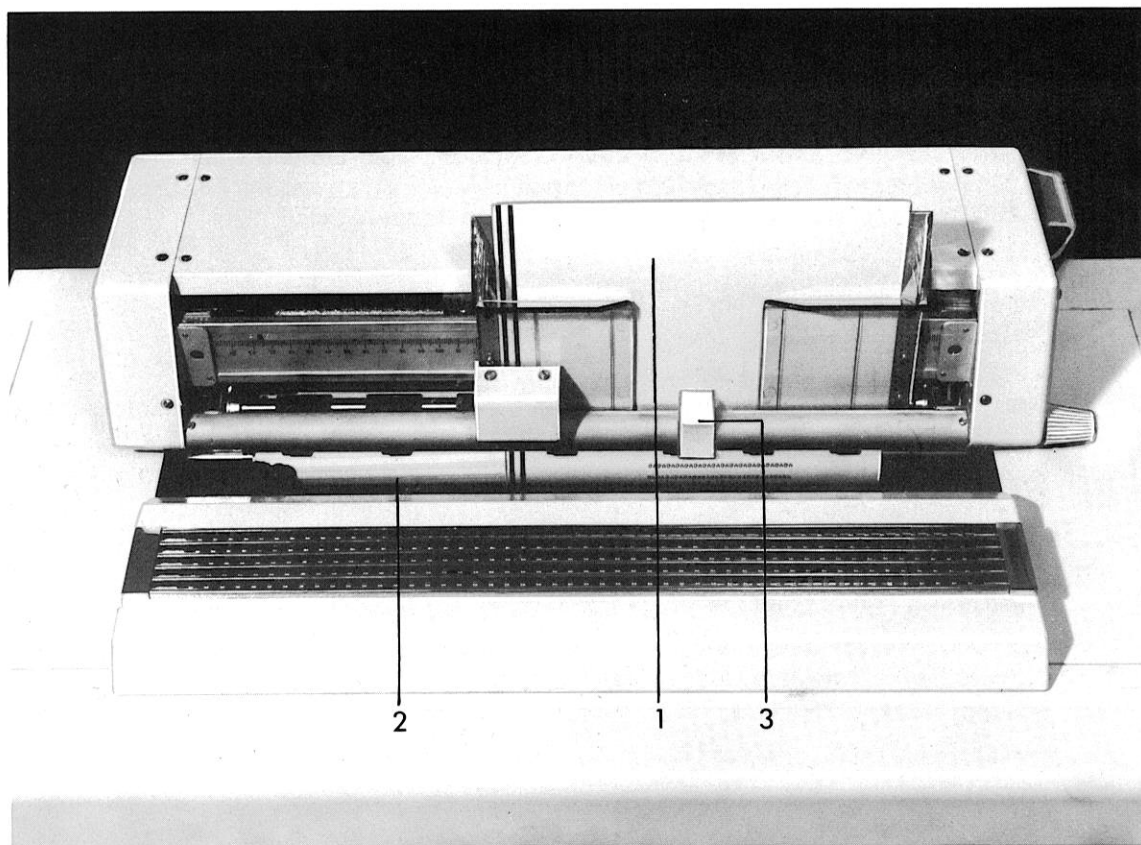
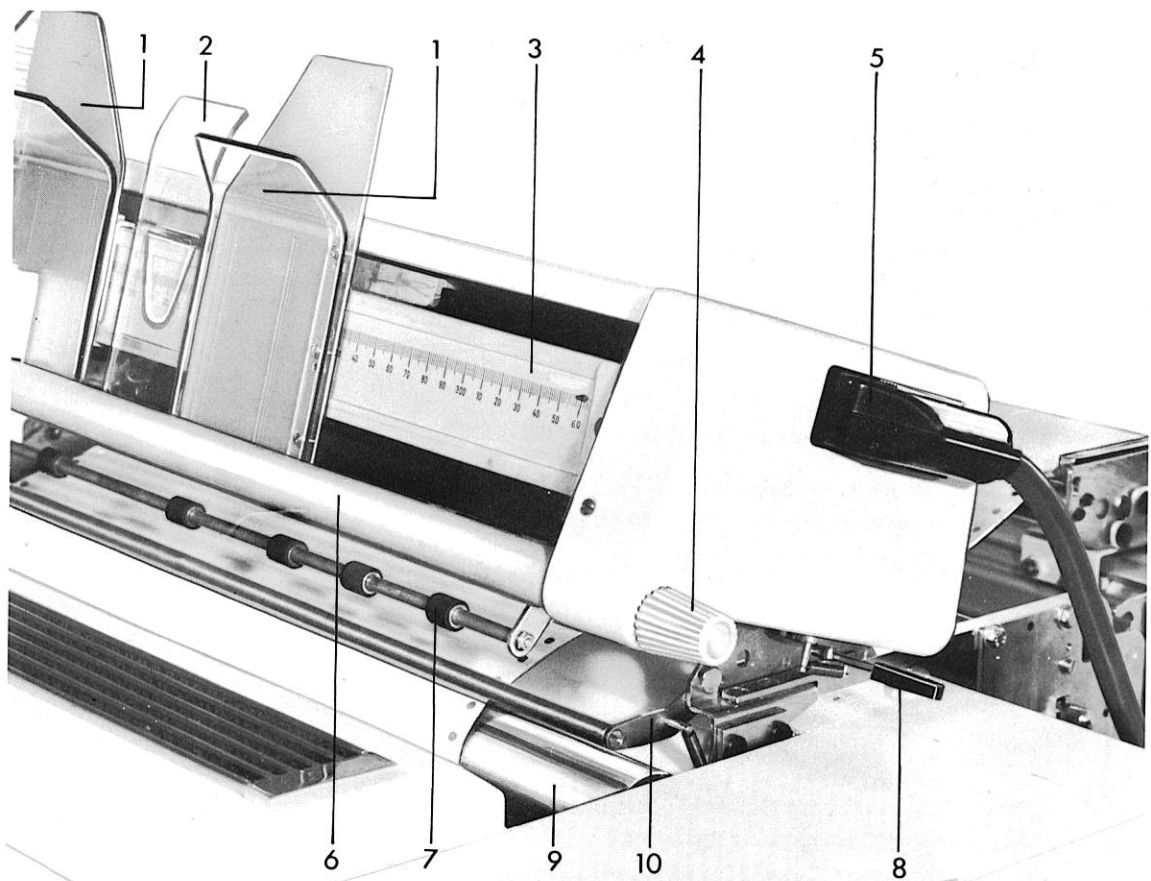

Abb. 16 Magnetkonteneinheit, Vorderansicht
Abb. 17 MKE 2 angehoben, Seitenansicht
in Abb. 17:
Rasthebel (8) Abb. 17 nach hinten drücken und Einrichtung bis zur Auflage nach vorne schwenken.
Stecker mit Gerätekabel (5) Abb. 17 anschließen.
Anhand der mm-Skala (3) Abb. 17 ist die richtige Einstellung der Kartentaschen für die jeweiligen Kontenarten reproduzierbar. Die gefundenen Werte auf der Skala sollten in der Programmbeschreibung festgehalten werden.
Bei Verwendung von Magnetkontokarten (MKK) ist zum störungsfreien Ablauf zu beachten, daß der linke äußere Rand der linken Kartentasche erst ab **Teilung 10** der mm-Skala (3) Abb. 17 eingestellt wird.
- Linke oder rechte Kartentasche (1) Abb. 17 und 18 auf den nach Programmbeschreibung angegebenen Skalenwert auf der Skala einstellen.
- Zur besseren Führung der Kontokarte müssen bei den Formatbreiten ab 297 mm die Kartenführung (2) Abb. 17 und der Kartenabgleiter (3) Abb. 16 verwendet werden.
Die Teile sind nach Möglichkeit im Bereich einer Transportwalze der Antriebsachsen (6) Abb. 17, etwa in der Mitte zwischen den Kartentaschen aufzustecken.
senkrecht, ohne Verkanten einführen, bis sie auf den Transportwalzen (6) Abb. 17 aufliegt.
Die Karte wird dann selbsttätig eingezogen und nach dem Lesen des Magnetstreifens auf die entsprechende programmierte Zeile in Position gebracht. Bei jedem Druckvorgang wird die Kontokarte über das Gestänge mit den Andruckrollen (7) Abb. 17 an die Schreibwalze angedrückt.
Sollte der Fall auftreten, daß eine Kontokarte innerhalb der Rollen stehen bleibt und über das Programm nicht ausgefahren werden kann, ist es möglich, die Kontokarte mit dem Drehknopf (4) Abb. 17 herauszudrehen.
Wird bei aufgesetzter MKE das Einlegen des Endlosformulars vorgenommen, ist es zweckmäßig, die MKE anzuheben, um das Einführen des Endlosformulars zu erleichtern. Durch das Hochschwenken der MKE rastet der Rasthebel (8) Abb. 17 automatisch ein und hält die Vorrichtung in dieser Stellung.